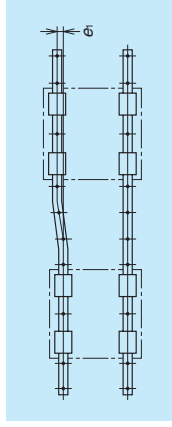
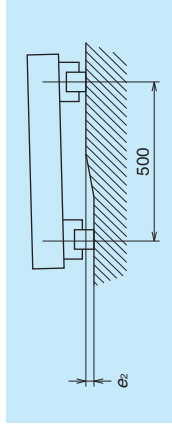

图 10.5
图 10.6
- 以图 10.5、图 10.6 所示作为安装误差的代表，其允许值请参考各系列介绍中的“安装”。